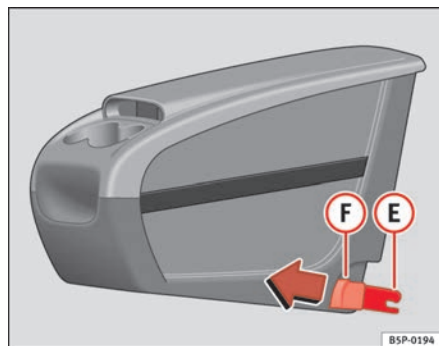
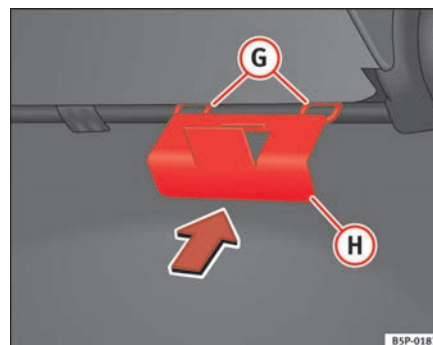

Fig. 112 Portaobjetos móvil. Montaje
Fig. 113 Placa de fijación del portaobjetos móvil
- Coloque desde el interior del vehículo, la placa de fijación ⑧ ⇒ fig. 113 del portaobjetos móvil, por la parte posterior del asiento. Debe estar situada entre el respaldo y el cojín, en la zona de la plaza central.
- Encare las dos piezas de fijación **(E)** ⇒ página 148, fig. 112, con las dos anillas de fijación **(G)** ⇒ página 148, fig. 113 y presione con fuerza hasta que las dos pinzas clipen totalmente con las anillas.
- Tire de cada uno de los botones ⇒ página 148, fig. 112 **(F)** de las pinzas (botones rojos) hacia delante, hasta oír que ha desclipado.